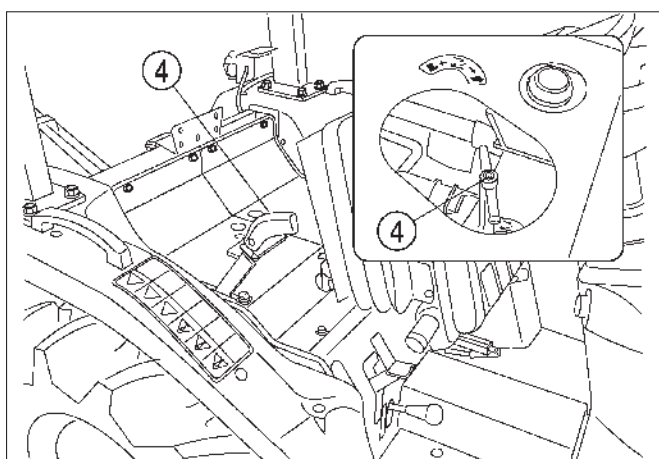

Fig. 59
FIG. 59: Vous pouvez régler à nouveau la vitesse d'abaissement avec la poignée de réglage de vitesse (4). En tournant la poignée complètement dans le sens horaire, les bras ne peuvent pas être abaissés.